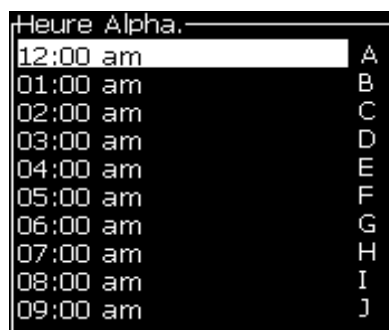

Figure 5-45 : Définir Code Heure
- 3 Sélectionnez *Définir Code Heure* appuyez sur *Entrée* pour ouvrir la boîte de dialogue *Heure Alpha*. (voir Figure 5-45).